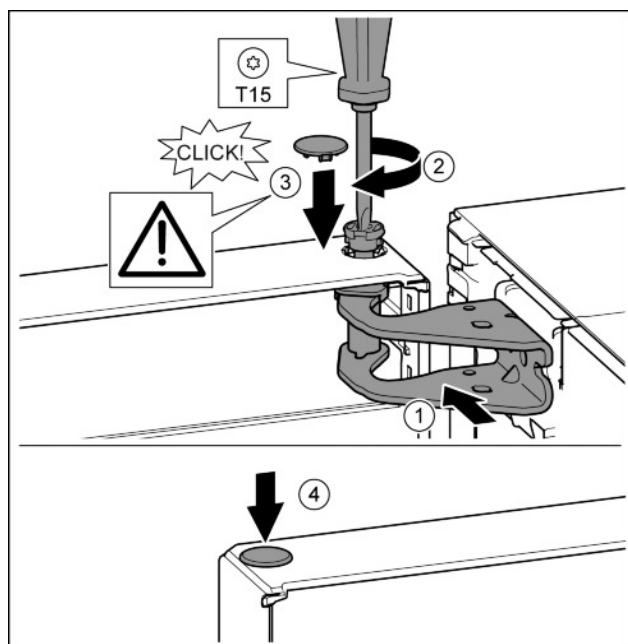

Fig. 18
- u Orienter la porte en haut pour l'ouverture dans le support de palier. Fig. 18 (1)
- u Poser le boulon et le visser avec un tournevis T15. Fig. 18 (2)
- u Monter le cache de sécurité pour sécuriser la porte : Mettre en place le cache de sécurité et contrôler s'il repose sur la porte. Sinon, enfoncer à fond le boulon. Fig. 18 (3)
- u Mettre le bouchon en place. Fig. 18 (4)